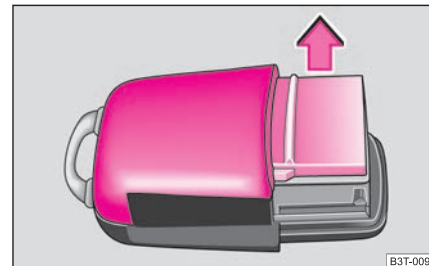

Abb. 24 Deckel des Sendergehäuses
- Nehmen Sie den Deckel des Sendergehäuses ⇒ Seite 37, Abb. 24 in Pfeilrichtung ab.